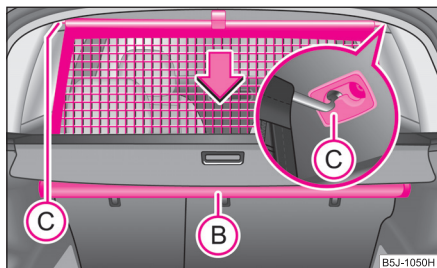

Fig. 74 Strângerea peretelui despărțitor
- Trageți bara în spate din suporturile din plafon, mai întâi pe o parte, apoi pe partea cealaltă, și scoateți-o din suporturi (C) ⇒ fig. 74.
- **Sustineți** bara transversală astfel încât peretele să se poată rula încet și fără să se deterioreze, în carcasă (B).